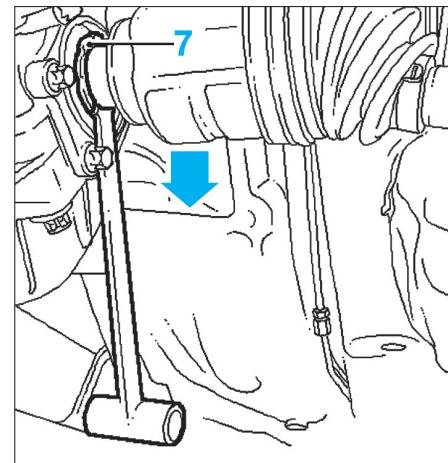

FIG. 2
- Placer l'outil (7) de centrage Opel (ref : KM-6332) (fig. 2).
- Quand les cannelures de l'arbre à passer l'outil, tirer celui-ci vers le bas (fig. 2).